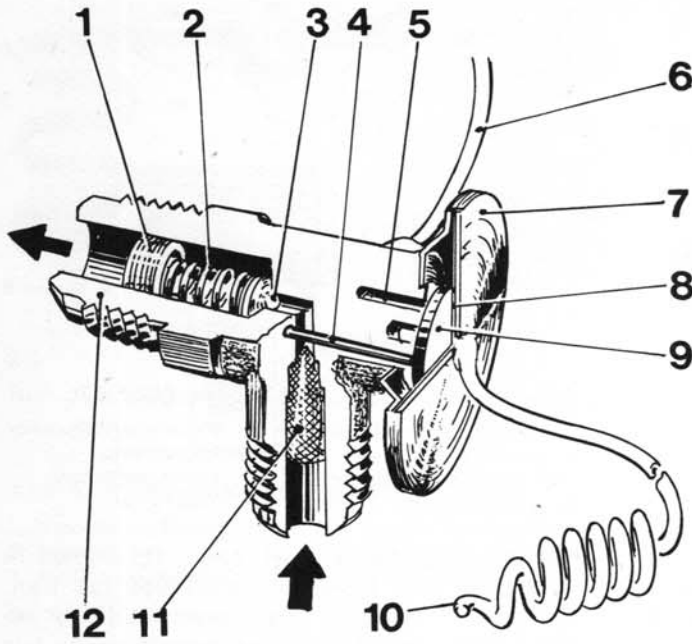

Abb. 12 Thermisches Expansionsventil
Diese Regulierung richtet sich nach der Temperatur, die im Auslaufstutzen des Verdampfers herrscht und auch auf die Gastemperatur im Kapillarrohr (10, Abb. 12) einwirkt. Indem die Temperatur ansteigt, dehnt sich das Gas aus und drückt auf die Membrane (8), die entgegen der Kraft der Feder (2) über eine Druckscheibe (9) und die Druckstangen (4) das Kugelventil (3) aufdrückt, so daß Kältemittel in den Verdampfer durchströmen kann.